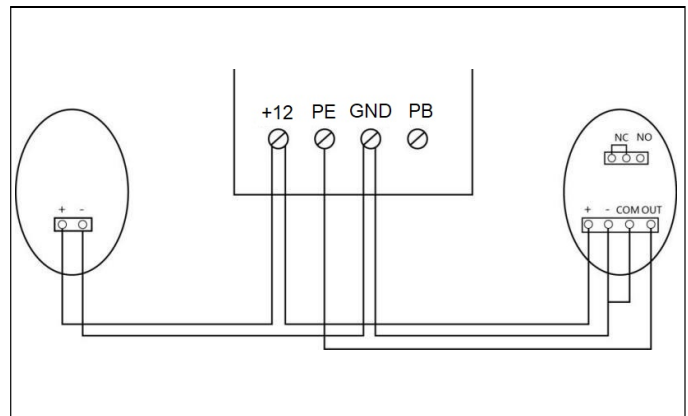

Bild 18
2. Anschluss Lichtschranke – Bild 18